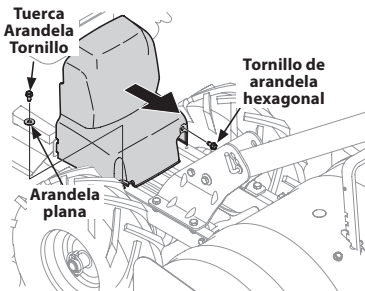

Figura 17
2. Retire la cubierta de la correa como se observa en la Figura 17, extrayendo primero los dos tornillos de arandela hexagonal de 1/4-20 y una arandela plana. Levante la cubierta de la correa, aléjela de la cultivadora y colóquela en un lugar seguro hasta que vuelva a instalarla.